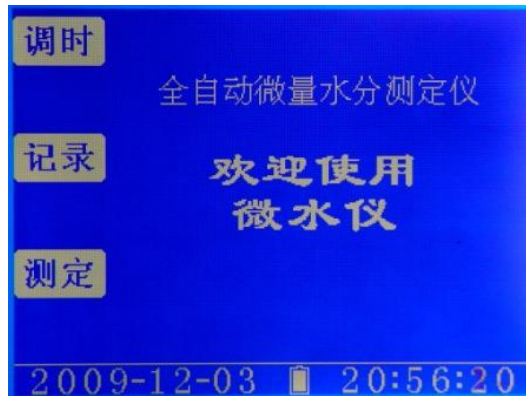
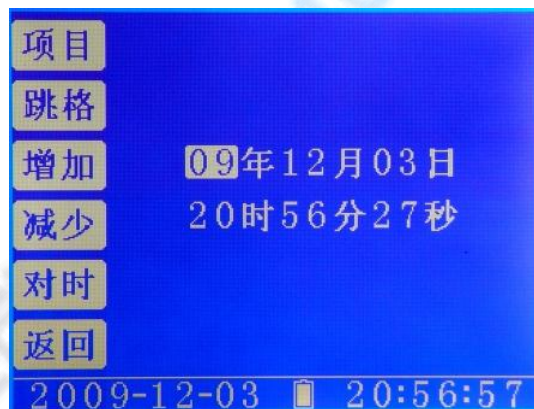

图 6-1 开机显示画面
图 6-2 时间调整画面
连接好仪器电源线，打开电源开关，液晶屏幕显示如图6-1:
在图6-1画面下按下“调时”键，液晶屏幕显示如图6-2:
- 返回:** 退出时间调整画面，回到开机欢迎画面图6-1
在图6-1画面下按下“记录”键，液晶屏幕显示如图6-3:
返回: 退出历史记录画面，回到开机欢迎画面图6-1
在图6-1画面下按下“测定”键，液晶屏幕显示如下图:
返回: 返回到开机欢迎画面图6-1。